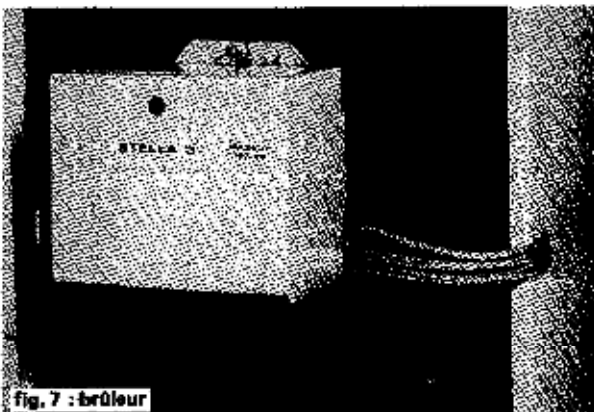

fig. 7 : brûleur
- en option, un brûleur à pulvérisation mécanique type STELLA 3 (fig 7), lequel répond aux exigences des plus récentes normes internationales. Ce brûleur est équipé d'un volet d'obturation d'air évitant le refroidissement du générateur pendant la période d'arrêt et supprimant tout effet de coupe-tirage sur le foyer à combustible solide.
Le brûleur à pulvérisation mécanique, placé à la partie supérieure, (fig 7) est commandé par l'aquastat de régulation chauffage ; un autre aquastat de sécurité limite, le cas échéant, la température de l'eau du générateur à 90°C, (fig 9).
Le montage du brûleur sur la porte de foyer se fera à l'aide des perçages prévus à cet effet. Le câble électrique du brûleur sera raccordé sur les bornes prévues à cet effet, passer préalablement le câble dans le perçage sur les côtés d'habillage (fig 7), ainsi que les flexibles mazout.